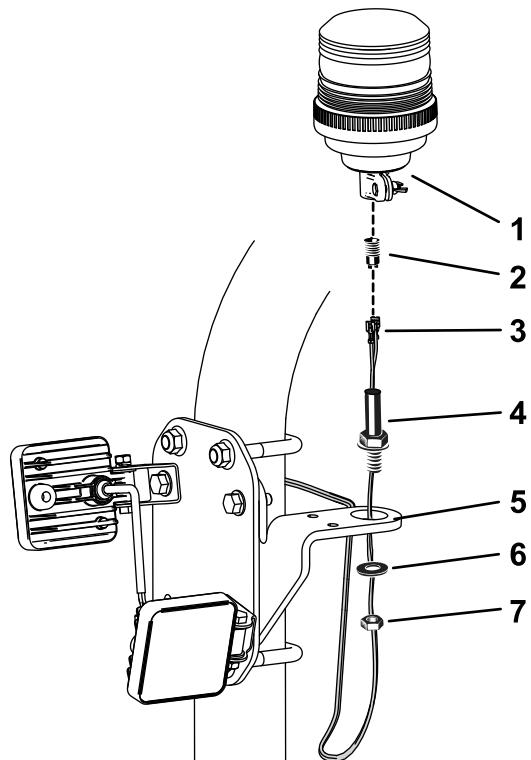

Figur 13
6. Koble signalgiverbryteren til arbeidslysbryterenheten vist i Figur 13.